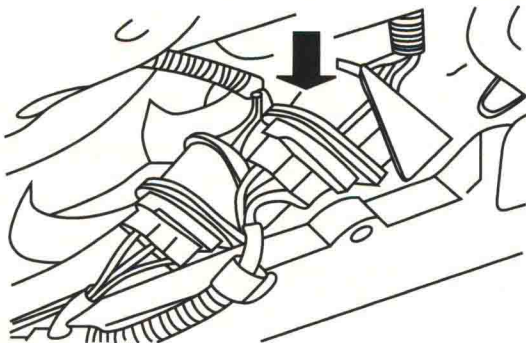

图 1-1-3 拔下电动散热风扇上的导线插接器
- (3) 拔下电动散热风扇上的导线插接器（图 1-1-3）。